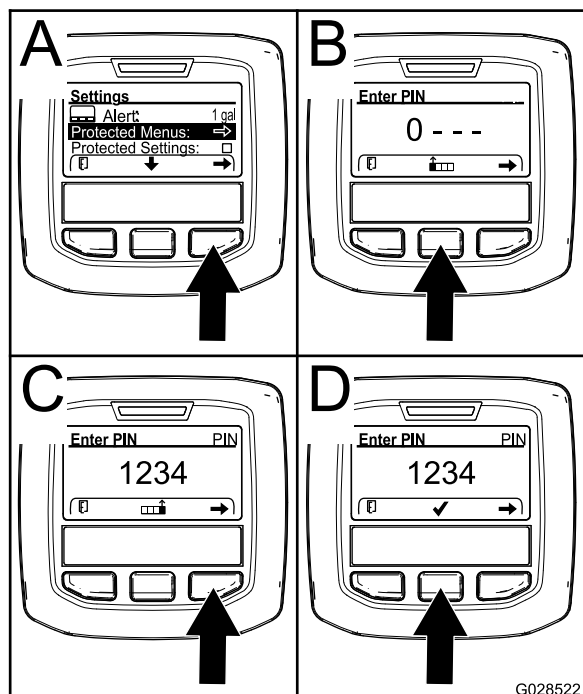

Рисунок 34
- В меню SETTINGS (НАСТРОЙКИ) с помощью средней кнопки прокрутите меню вниз к пункту PROTECTED MENU (ЗАЩИЩЕННОЕ МЕНЮ), и нажмите правую кнопку (Рисунок 34А).
- Чтобы ввести ПИН-код, нажмите среднюю кнопку и удерживайте ее в нажатом положении до появления первой цифры, затем нажмите правую кнопку, чтобы перейти на следующую цифру (Рисунок 34В и Рисунок 34С). Повторяйте этот пункт до тех пор, пока не будет введена последняя цифра, затем нажмите правую кнопку еще раз.